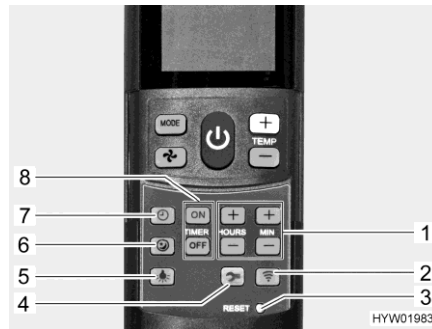

Bild 151 Fernbedienung mit Einstelltasten (Klimaanlage)
Sanftlauf einschalten: ■ Taste Sanftlauf (Bild 151,6) drücken. Im Kühlbetrieb läuft das Gebläse dann mit niedriger Drehzahl und deshalb besonders leise.
Uhrzeit einstellen: ■ Taste Uhrzeit (Bild 151,7) drücken.
■ Mit den Tasten (Bild 151,1) Stunden und Minuten einstellen.
Einschaltzeit programmieren: ■ Taste "ON" (Bild 151,8) drücken.
■ Tasten für die Zeiteinstellung (Bild 151,1) drücken, bis die gewünschte Zeitspanne bis zum Einschalten erreicht ist.
■ Taste "ON" (Bild 151,8) drücken.
Ausschaltzeit programmieren: ■ Taste "OFF" (Bild 151,8) drücken.
■ Tasten für die Zeiteinstellung (Bild 151,1) drücken, bis die gewünschte Zeitspanne bis zum Ausschalten erreicht ist.
■ Taste "OFF" (Bild 151,8) drücken.
Timer deaktivieren: ■ Taste "ON" oder Taste "OFF" (Bild 151,8) erneut drücken.
Beleuchtung einschalten: ■ Taste Licht (Bild 151,5) drücken. Das Licht wird mit der zuletzt eingestellten Dimmstufe eingeschaltet.
Beleuchtung dimmen: ■ Taste Licht (Bild 151,5) drücken und gedrückt halten, bis die gewünschte Helligkeit erreicht ist.
Beleuchtung ausschalten: ■ Taste Licht (Bild 151,5) drücken.
- ▷ Die Taste Setup (Bild 151,4) dient dazu, die Fernbedienung bei der ersten Inbetriebnahme mit der Klimaanlage zu verbinden.